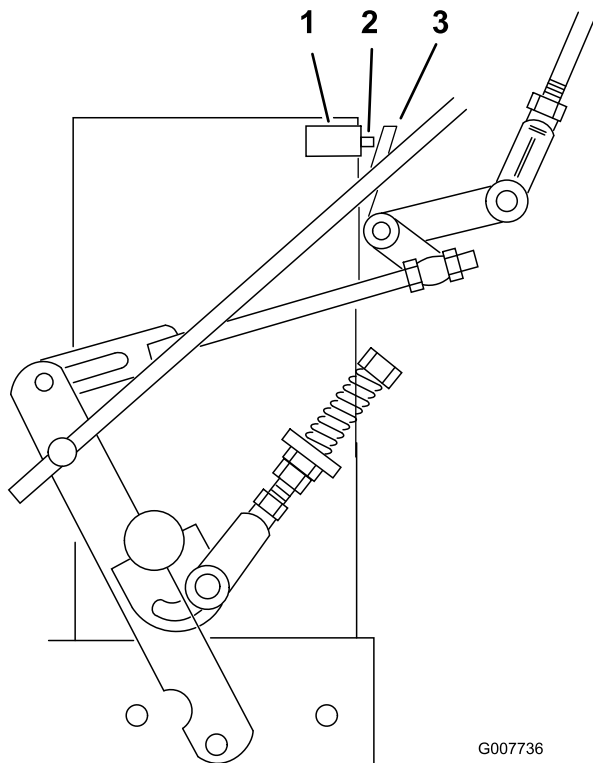

Bild 31
7. Stellen Sie sicher, dass der Sicherheitsschalter eingedrückt und ein Abstand von 8 mm zwischen der Auslöserlasche und dem Schalter ist. (Bild 31).
8. Ändern Sie ggf. die Schalterposition, um einen Abstand von 8 mm zu erhalten (Bild 31).